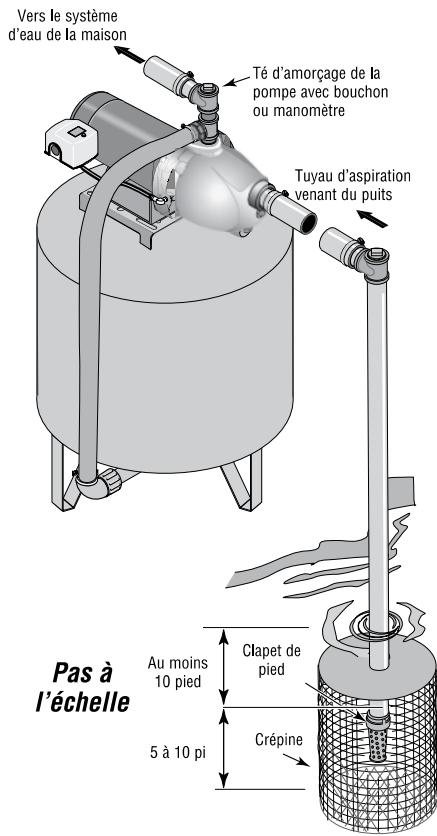

Figure 3 : Installation pour les eaux de surface
INSTALLATION DANS LE CAS D'EAUX EN SURFACE (Figure 3)
- 2 ° Assembler le clapet de pied et le tuyau d'aspiration (voir la Figure 3). S'assurer que le clapet de pied fonctionne librement. Utiliser du ruban d'étanchéité en PTFE pour filetage les raccords filetés. Poser une crêpine autour du clapet de pied pour le protéger contre les poissons, les déchets, etc. (voir la Figure 3).
- 4 ° Poser le té d'amorçage, le bouchon d'amorçage et le tuyau d'aspiration sur la pompe (voir la Figure 3). Supporter le tuyau de façon qu'il ne soit pas cintré afin qu'il n'exerce pas de contraintes sur le corps de la pompe; de plus, il doit être légèrement incliné vers le haut, du puits jusqu'à la pompe (les points hauts risquent de causer des poches et des bouchons d'air dans la pompe). Rendre étanches les raccords du tuyau d'aspiration avec du ruban d'étanchéité en PTFE pour filetage. Les raccords doivent être étanches à l'air et à l'eau. *Si le tuyau d'aspiration aspire de l'air, la pompe ne pompera pas l'eau du puits.*